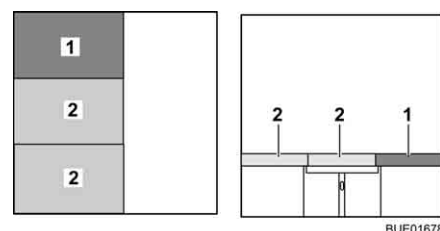

Bild 116 Efter ombyggnaden
- Lägg en ryggdyna (Bild 116,1) mellan sittdynan och sittbänkens bakvägg.